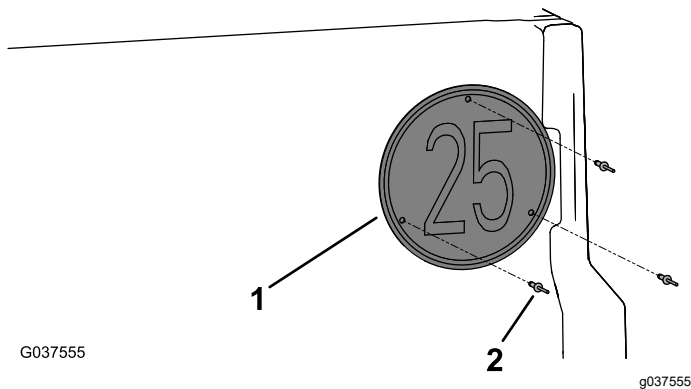

図 14
4. テールゲードに速度表示板を取り付けるポップリベット3/16 x 15/16"3本で図 14 のように取り付ける。